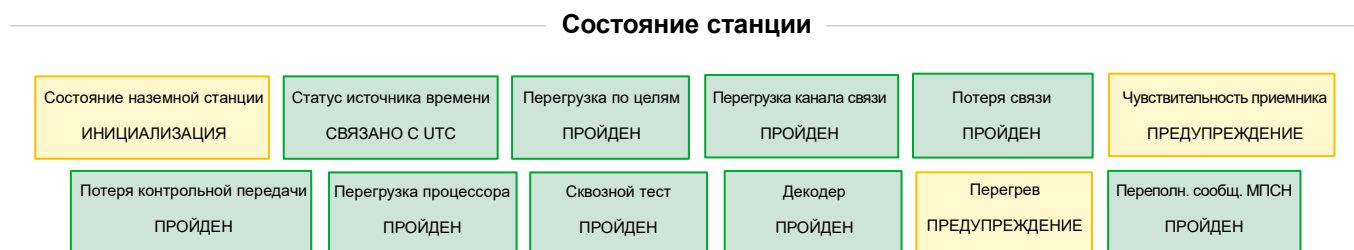

Рисунок 3
3.4.1. Индикаторы в рабочей области «Состояние станции» окна СК и пример их индикации приведены на рис. 3.